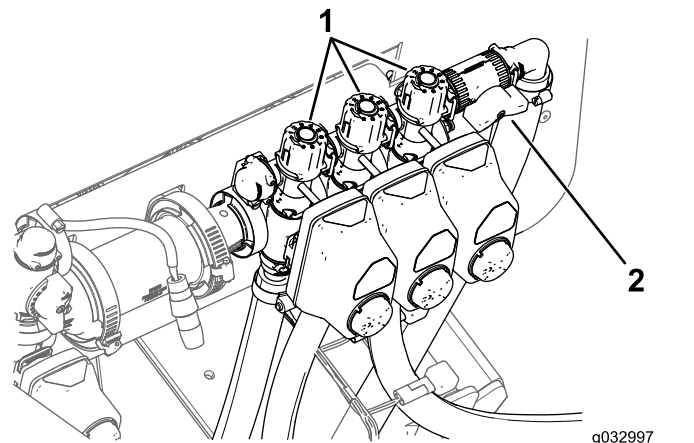

图48
9. 关闭左喷洒臂并调节喷洒臂旁通旋钮图48直至压力达到先前的水平。
11. 调节右喷洒臂旁通旋钮图48直至压力达到先前的水平。
13. 调节中央喷洒臂旁通旋钮图48直至压力达到先前的水平。